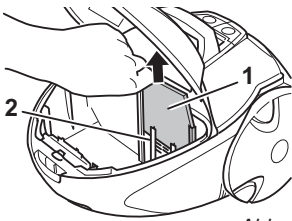

Abb. 22
2. Ziehen Sie den Motorschutzfilter (Abb. 22/1) nach oben aus der Aufnahme (Abb. 22/2).